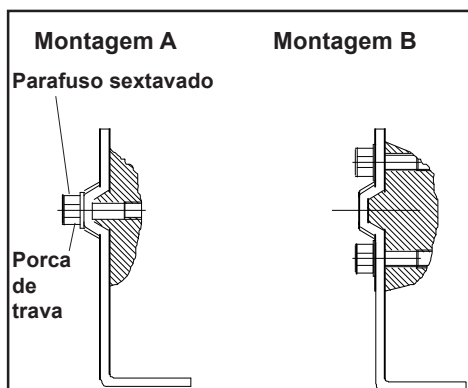

Figura 4. Montagem de atuador de forquilha (segundo IEC 534 parte 6)
3. Solte o pino seguidor e desloque o pino ao longo do braço seguidor até que a marca de controle na engrenagem de feedback (Figura 4) fique horizontal (apontando para o centro do potenciômetro de feedback). Prenda o pino seguidor na sua posição.